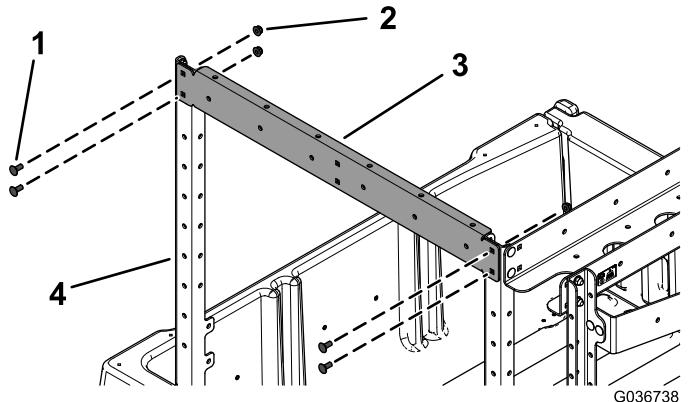

图 6
5. 如图 6 所示用 4 个托架螺栓 $5/16 \times 3/4$ 英寸和 4 个凸缘螺母 $5/16$ 英寸将前支撑托架每侧有 2 个孔安装到 2 个前立架支架的顶部。